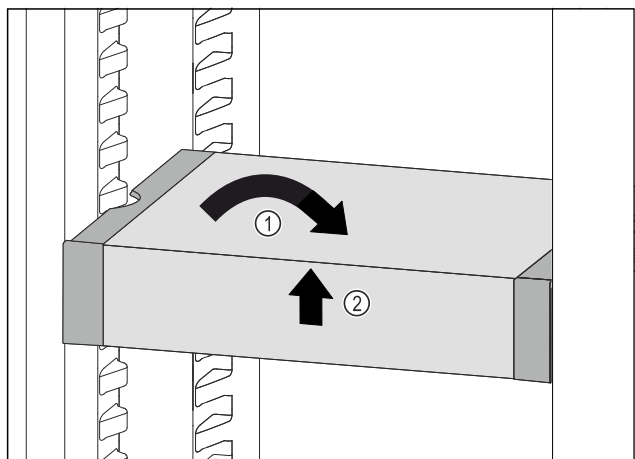

Fig. 79
- Plasser VarioSafe rett. Fig. 79 (1)
- Løft VarioSafe opp i forkant. Fig. 79 (2)